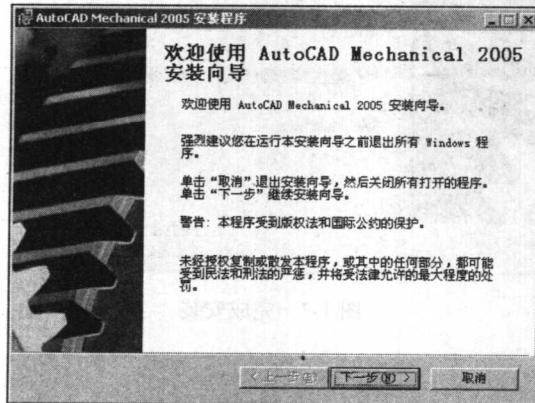

图 1-2 欢迎安装窗口
(2) 单击“安装”选项区的 AutoCAD Mechanical 2005 超链接，系统会运行 AutoCAD Mechanical 2005 安装向导，弹出欢迎安装窗口，如图 1-2 所示。单击“下一步”按钮继续安装。